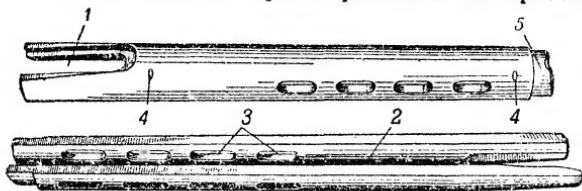

Рис. 49. Ствольная накладка:
49. Ствольная накладка (рис. 49) служит для предохранения рук стрелка от ожога и для защиты штока с поршнем от случайных ударов. Она имеет: задний вырез для прохода колodки прицела; жолоб для штока; поперечные вырезы для лучшего охлаждения ствола; шпильки для предохранения от продоль-